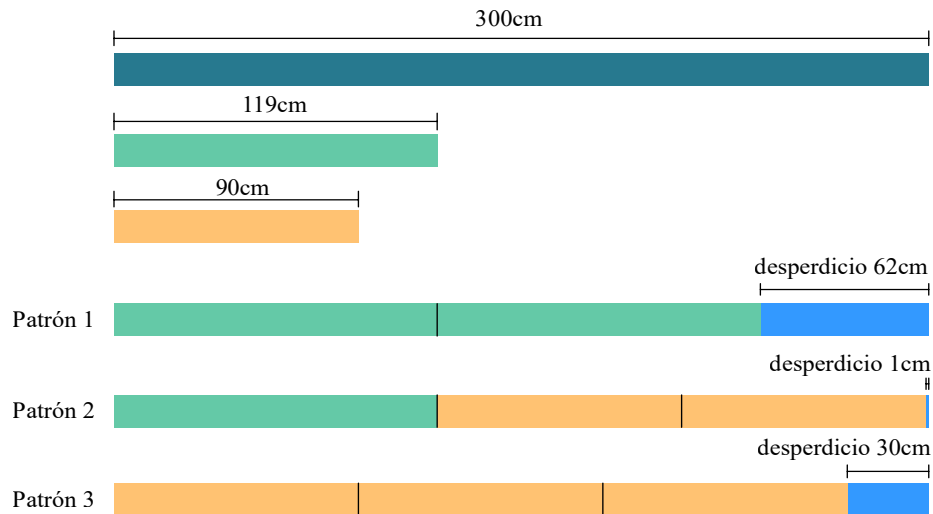

Figura 3.1: Patrones de corte eficientes.
Similar a la Píldora informativa 2.7, en este problema se requiere de nuevas variables, pero en esta ocasión, de estas variables se obtendrán los parámetros necesarios para el problema (como los desperdicios de materia prima obtenidos de cada tipo de corte). Para esto, primero se debe determinar todas las formas eficientes (combinaciones) de cortar la materia prima (Figura 3.1):
- I : patrón de corte de varilla $\{1, 2, 3\}$ según la Figura 3.1.